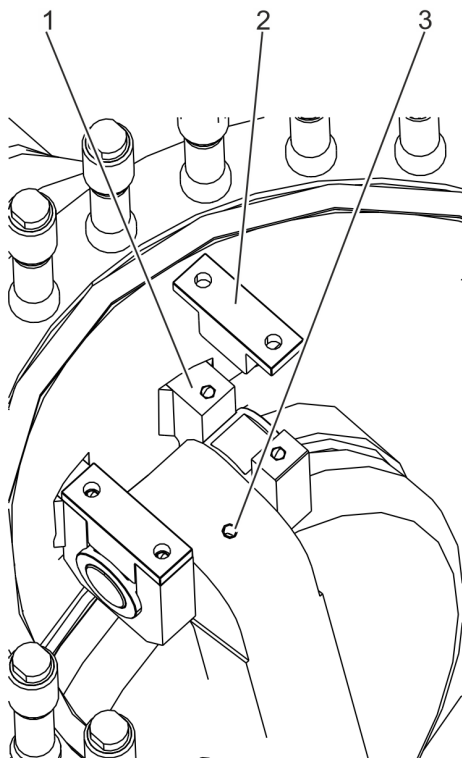

Fig. 35: Desmontar los soportes
14. ▶ Desenrosque el cáncamo macho del orificio (Fig. 35/3) en el brazo de la clapeta.
15. ▶ Coloque los soportes (Fig. 35/2) en las piezas de sujeción (Fig. 35/1).